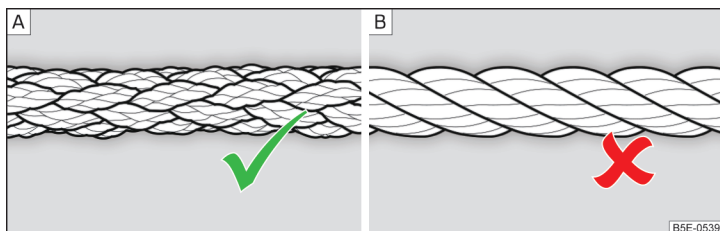

Fig. 340 Cable para remolcar trenzado / Cable para remolcar en espiral
Para el remolque por medio de un cable de remolque, usar solamente un cable de fibra plástica tejida » fig. 340 - [A] » **I**.
- Para remolcar no debe utilizarse ningún cable de remolque en espiral » fig. 340 - [B], la argolla de remolque puede desenroscarse en el vehículo. - ¡Existe peligro de accidente!